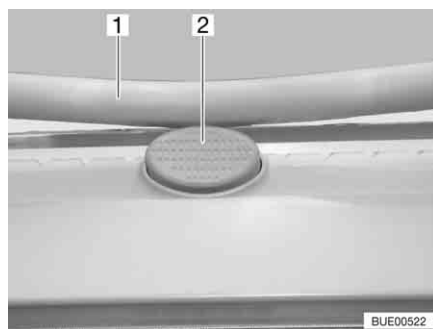

Fig. 38 Bottone di sicurezza sull'oblò Heki
- Premere il bottone di sicurezza (Fig. 38,2) e tirare verso il basso la staffa (Fig. 38,1) con entrambe le mani.
- Premere la staffa verso l'alto con ambedue le mani, finché la staffa non poggia al di sopra del bottone di sicurezza (Fig. 38,2).